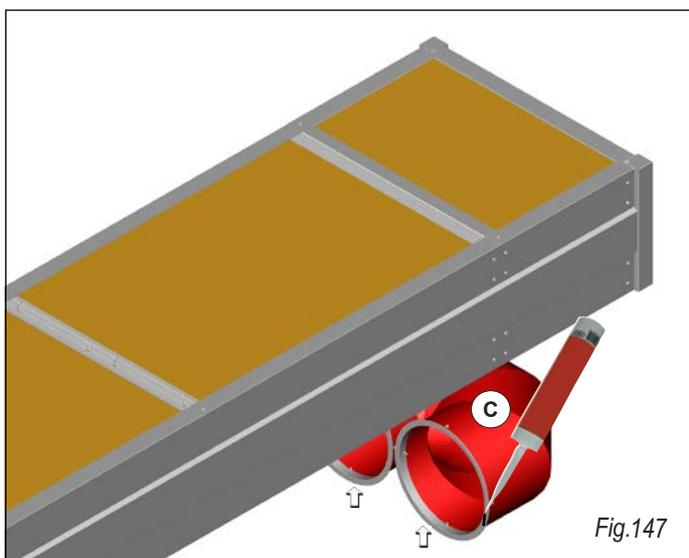
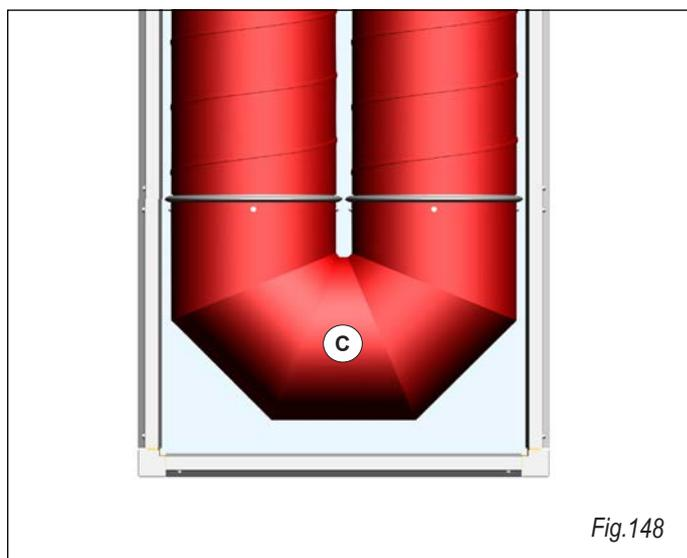

Fig.147
Fig.148
Extender en ambos lados en las bridas de enganche de la curva un cordón de silicona como se ve en la fig. 147. Apoyar las bridas de la curva (C) en las bridas de la primera unidad de cinta de radiación, juntar el anillo de cierre, fijar a través de la tuerca y la contratuerca las dos bridas. En la fig. 148 se representa el módulo terminal al final de la instalación visto desde abajo hacia arriba.